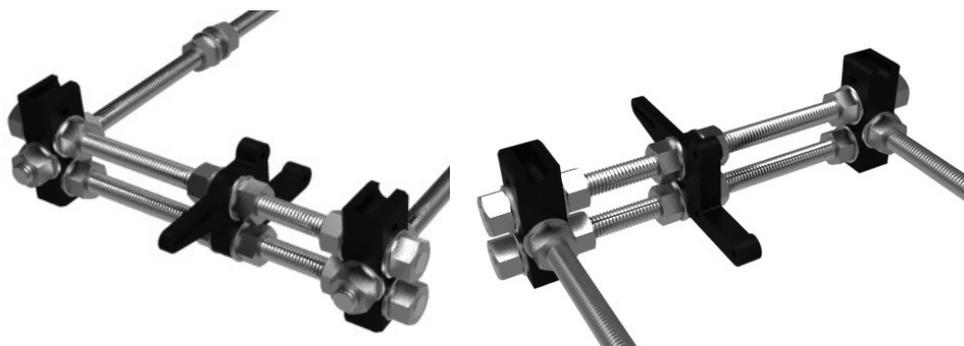

图 3-33 连接前后脚座
(5) 安装连接丝杆。使用剩下的两根 M10*380 丝杆分别连接两个 Y Corner 的中间孔处,将前后两个脚座连接起来,同样在前后各安装一个螺母和垫片,如图 3-33 所示。